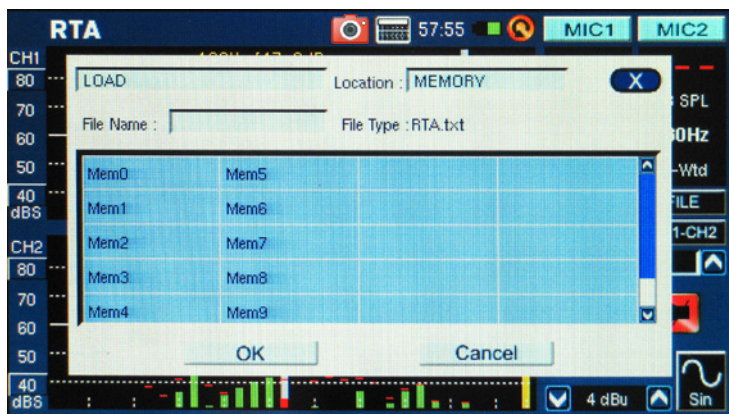

figure 61
2. ページの左上にあるプルダウンメニューからLOADを選びます。(図61)